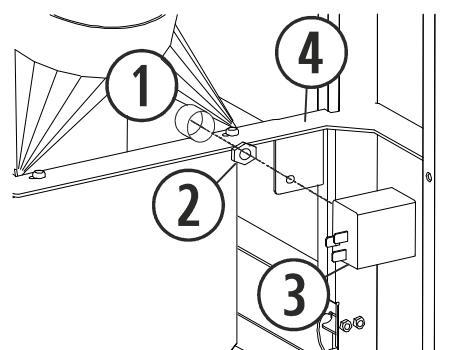

Figura 15
Debemos fijar el termostato (③) en el lateral izquierdo de la estufa, a la pieza 41W (④) que se muestra en el punto 18 de este manual. Se inserta el termostato a través del agujero dispuesto en la chapa (④), se fija con la tuerca (②) y finalmente enroscamos el tapón (①) como se indica en la figura 15 (visto el lateral izquierdo desde atrás).
①	Tapón.
②	Tuerca fijación termostato de seguridad.
③	Termostato de seguridad y rearme.
④	Chapa soporte izquierda inferior carga.